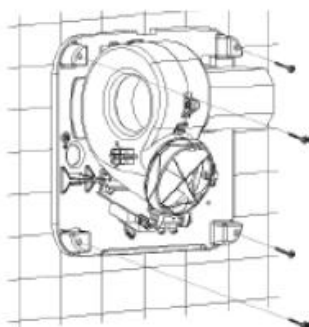

Abb. 7
3. Befestigen Sie die Basis des Trockner mit den 4 mitgelieferten Schlossschrauben fest an der Wand (siehe Abb. 7).